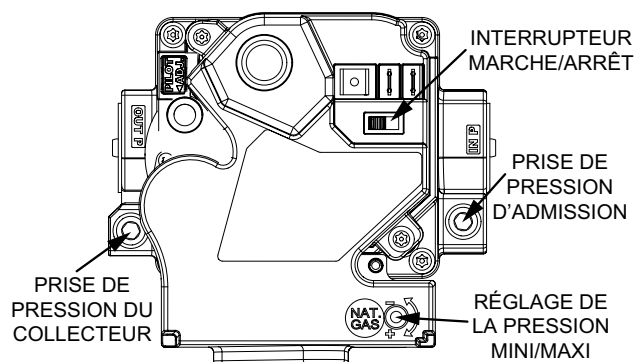

FIGURE 36
- 6 - Mettez l'interrupteur de la vanne de gaz sur **OFF/FERMÉE**. Reportez-vous à la FIGURE 35 et au FIGURE 36.
- 7 - Attendez cinq (5) minutes pour vous assurer que tout le gaz a eu le temps de se dissiper. En cas d'odeur de gaz, **ARRÊTEZ!** Appelez immédiatement le fournisseur de gaz depuis chez un voisin et conformez-vous à ses instructions. S'il n'y a pas d'odeur de gaz, passez au point suivant.
- 8 - Mettez l'interrupteur de la vanne de gaz sur **ON/OUVERTE**. Reportez-vous à la FIGURE 35 et au FIGURE 36.
Sur la vanne White Rodgers 36H27 et 36H27 (FIGURE 35 et FIGURE 36), la pression d'alimentation peut être mesurée en retirant la vis à tête hex. de 1/8 po. Retirez la vis à tête hex de 1/8 po et installez un raccord ébarbé. Connectez un tube entre le raccord ébarbé et l'appareil de mesure pour mesurer la pression d'alimentation.
Sur les vannes White Rodgers 36H27 (FIGURE 36), retirez le raccord ébarbé de pression d'alimentation et remettez la vis à tête hex de 1/8 po ou retirez le tuyau de la prise, puis revissez d'un tour la vis hexagonale de 3/32 pouces de la vanne de gaz.
Pour mesurer la pression du collecteur avec une vanne White Rodgers 36H27 et 36H27 (FIGURE 35 et FIGURE 36), retirez la vis à tête hex de 1/8 po, installez un raccord ébarbé de 1/8 po et installez un tube entre le raccord ébarbé et le côté « + » de l'appareil de mesure.
- 4 - Si nécessaire, réglez la pression du collecteur. La FIGURE 35 et la FIGURE 36 indiquent l'emplacement des vis de réglage.